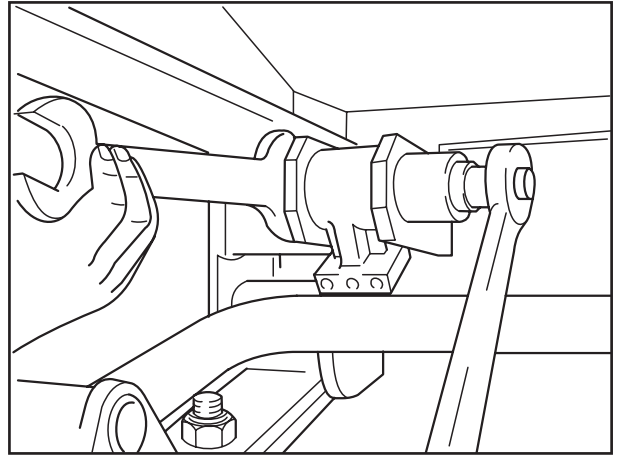

Fig. 4
- [5] Bei Bedarf Halter für Bügelstabilisator abbauen, dazu Sicherungsmutter von der Befestigungsschraube abschrauben (Fig. 4), Befestigungsschraube herausziehen und Halter abnehmen.
- [7] Falls abgebaut, Halter für Bügelstabilisator wieder anbauen (Fig. 4), neue Sicherungsmuttern von Hand auf die Sechskantschrauben aufschrauben, nicht festziehen.
- [5] If necessary, remove bracket for U-stabilizer by unscrewing locking nut of securing bolt (Fig. 4), withdrawing securing bolt and remove bracket.
- [5] Démonter si nécessaire le support de la barre stabilisatrice en U en dévissant l'écrou de sûreté de la vis de fixation (fig. 4), retirer la vis de fixation et déposer le support.
- [7] If demounted, refit retainer for U-stabilizer (Fig. 4) and screw new lock nuts onto the hexagon screws by hand. Do not tighten.